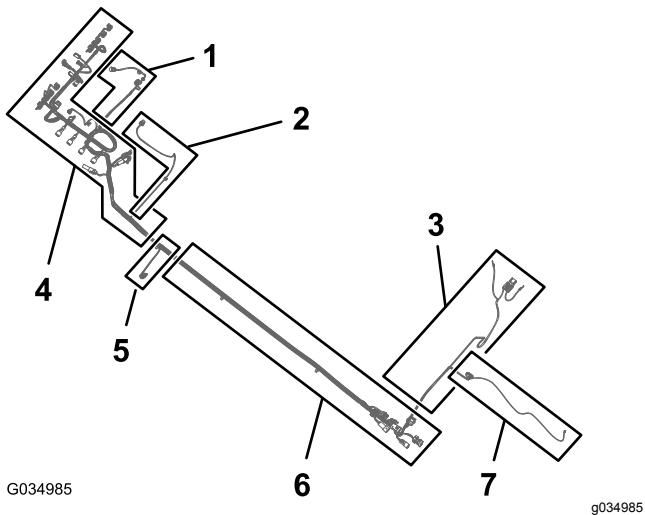

図 83
1. 新しい電気ハーネスから、165cmの枝線と203cmの枝線を探し出す図83。